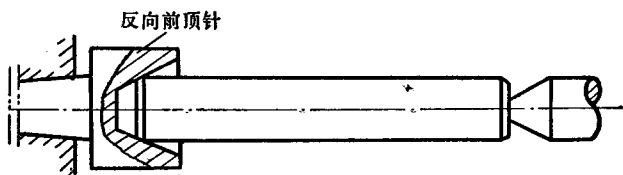

图4 反向前顶针（即不停车夹具）。
(4) 对于精度要求较低的轴类零件，可以采用反向前顶针的快速安装法。在主轴锥孔中插一反向前顶针（如图4），顶针上车一锥孔。安装时，把轴的右端中心孔与后顶针接触，并摇动尾架手轮，使工件左端与反向顶针的锥孔靠紧，这时随主轴转动的反向前顶针通过锥孔而带动工件旋转。当然工件的两端必须先倒好角。采用这种安装法可以节省很多装卸时间，但在装卸时必须注意安全。